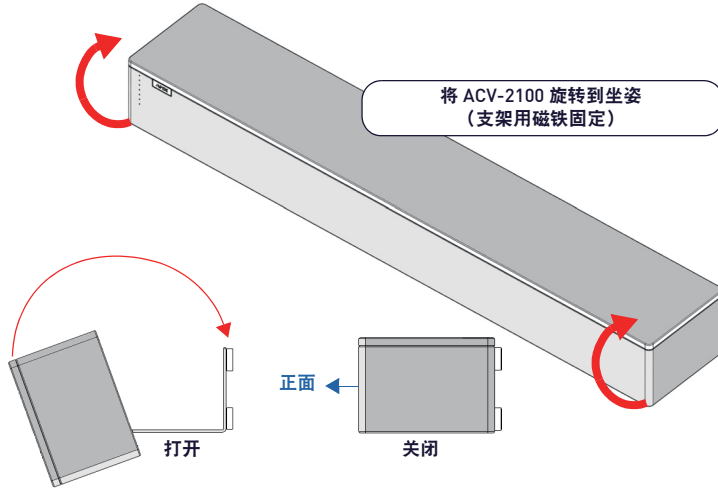

图 6 将 ACV-2100 旋转到其坐姿
另外, 如果不将它们隐藏在干式墙后面, 则将 4 个壁挂式垫片放置在支架/门和墙壁之间以形成用于引导扁平电缆的 5mm 间隙 (见图 6)。
4. 将 ACV-2100 旋转至坐姿。壁挂支架用磁铁固定 (见图 6)。
连接所有电缆后, 关闭支架以将 ACV-2100 返回至其坐姿。支架用内部磁铁固定 (图 6) :